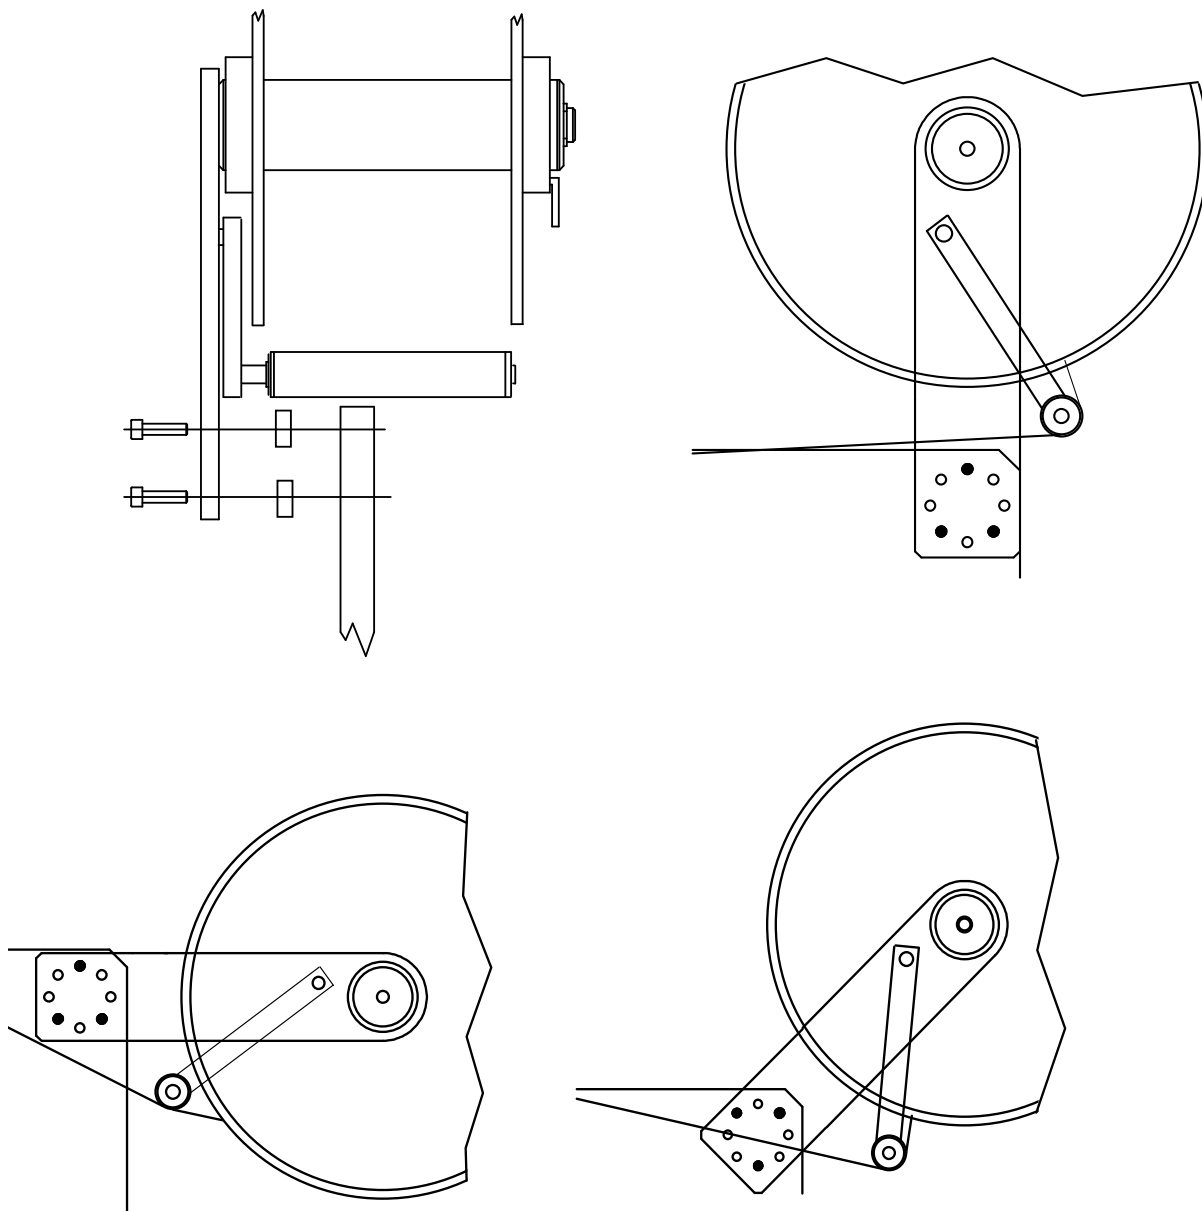

FIGURA 6
- * **Assemblare** il supporto magazzino alle flange come rappresentato nella figura 6, utilizzando le due viti e i due distanziali in dotazione.